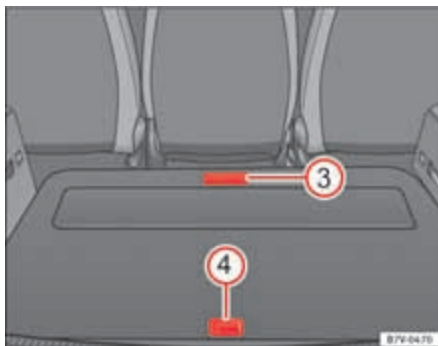

Abb. 114 Im Gepäckraumboden: weitere Ablagefächer
Ablage vorn öffnen ⇒ Seite 157, Abb. 114 ③:	▷ Vorderen Teil des Gepäckraumbodens mit dem Griff nach hinten klappen.
Ablage hinten öffnen ⇒ Seite 157, Abb. 114 ④:	▷ Hinteren Teil des Gepäckraumbodens mit dem Griff nach oben ziehen.